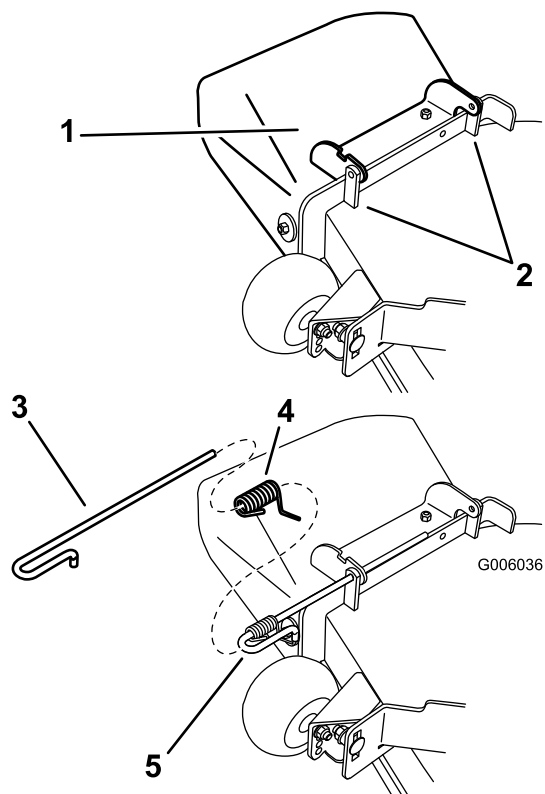

Figura 50
1. Desenganche el muelle de la muesca del soporte del deflector, y retire la varilla de los soportes soldados de plataforma, el muelle y el deflector de descarga (Figura 50). Retire el deflector de descarga dañado o desgastado.
2. Coloque el nuevo conjunto del deflector de descarga con los extremos de los soportes entre los soportes soldados de la plataforma, según se muestra en la Figura 50.